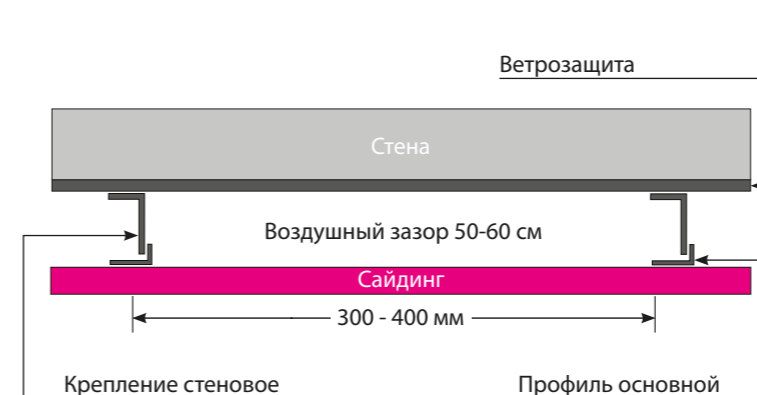

рис. 1
Сайдинг монтируется на обрешетку. Для монтажа винилового сайдинга Grand Line® производителем рекомендуется использовать фасадную подсистему Grand Line. Для горизонтальной обшивки фасадная подсистема Grand Line монтируется вертикально, на расстоянии 300-400 мм по осям (рис. 1 и 2). Также профили устанавливаются полностью вокруг дверей, окон и других проемов, во всех углах и наверху, и внизу зашиваемой поверхности. Чтобы создать ровную поверхность стены для обшивки и избежать волнистых поверхностей, обрешетка выравнивается при помощи стеновых креплений.
- ▷ смонтируйте обрешетку, используя фасадную подсистему Grand Line® (рис.1)